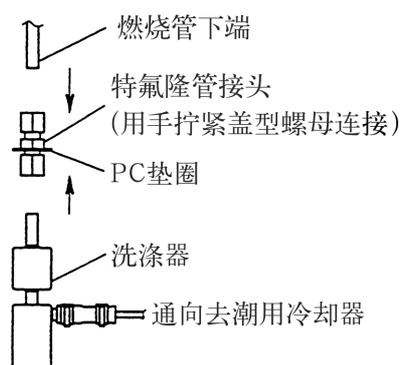

图 4.3b 洗涤器的连接
- 2) 按图 4.3b 装洗涤器的配管，洗涤器与燃烧管下端连接。